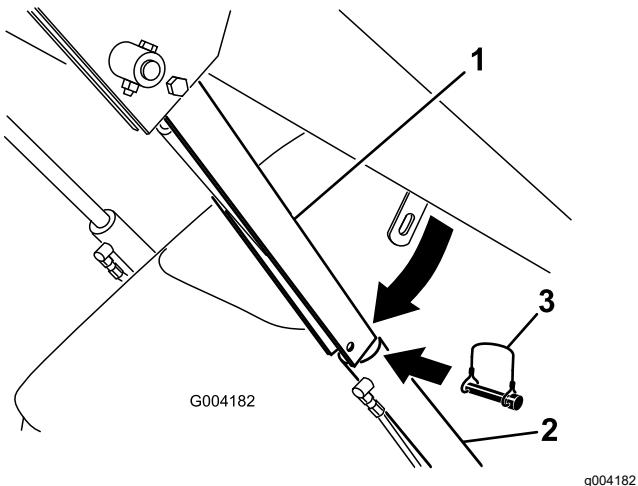

Figura 22
4. Rimuovere l'acciarino che assicura il blocco del cilindro al braccio caricatore (Figura 22).
5. Abbassare il blocco del cilindro sull'asta e fissatelo con l'acciarino (Figura 22).